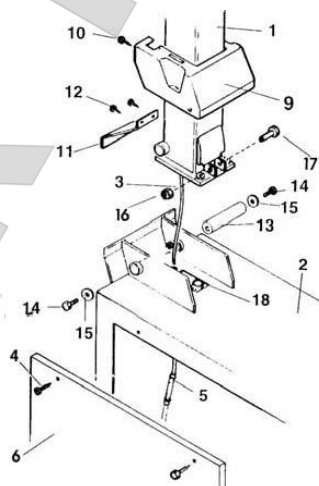

Рис. 3
- 1) Вместе с помощником вставьте стойку (рис.3, 1) в гнездо на корпусе (рис.3, 2). Пропустите пневмошланг (рис.3, 3) через отверстие в корпусе.
- 2) Вставьте шпильку (рис.3, 13) в стойку как указано на рис. 3 и закрепите винтами (рис.3, 14) и шайбами (рис.3, 15)
- 3) Подсоедините ось наклонного цилиндра (рис.3, 18) стойки с помощью винта (рис.3, 17) и самоконтрящейся гайки (рис.3, 16)
- 4) Выньте 4 винта (рис.3, 4) из левой крышки (рис.3, 6) станка и снимите её. Подсоедините пневмошланг (рис.3, 3) из стойки с 6мм штуцером (рис.3, 5)
- 5) Верните крышку (рис.3, 6) на место и закрепите винтами (рис.3, 4)
- 7) Присоедините обшивку (рис.3, 11) к задней части стойки (рис.3, 1) двумя винтами с головкой (рис.3, 12)